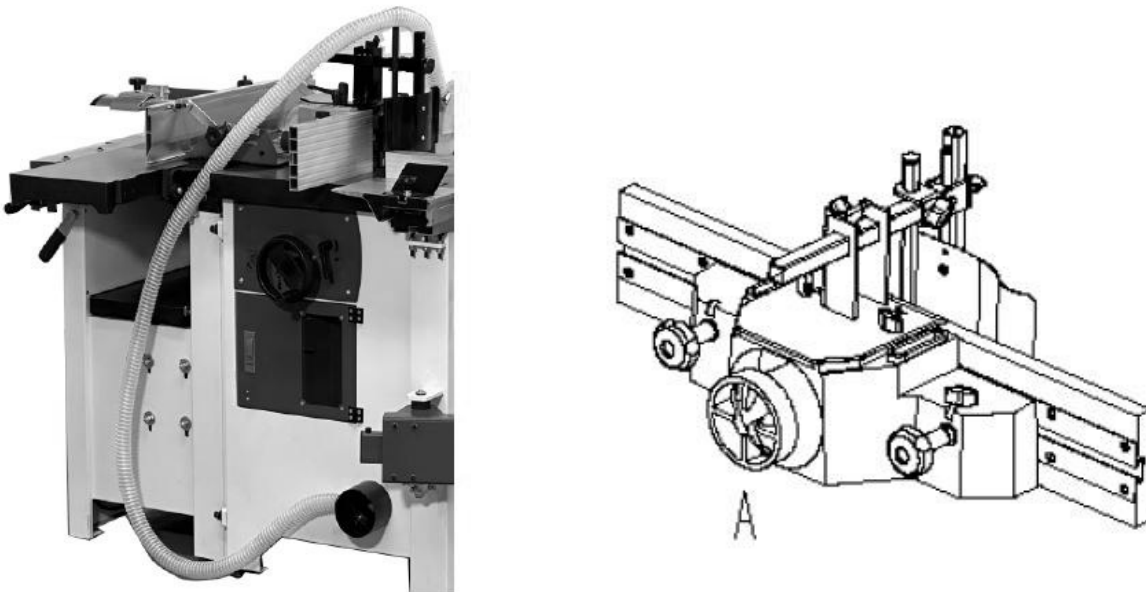

Abb. 5-1: Absaugung Säge (links) und Absaugung Fräse (rechts)
Stellen Sie sicher, dass die Räder nach oben zeigen, wie in Abb. 5-1 dargestellt.
- ➔ Befestigen Sie die Hebevorrichtung mit den Schrauben und Unterlegscheiben an der Vorderseite der Maschine, wie in Abb. 5-1 gezeigt.
Wenn die Fahreinrichtung nicht verwendet wird, müssen die Räder durch Herausdrehen der Einstellschraube (A in Abb. 5-1) angehoben werden, so dass diese nicht mehr auf dem Boden stehen. Die Räder müssen vor der Verwendung der Fahreinrichtung wieder abgesenkt werden.